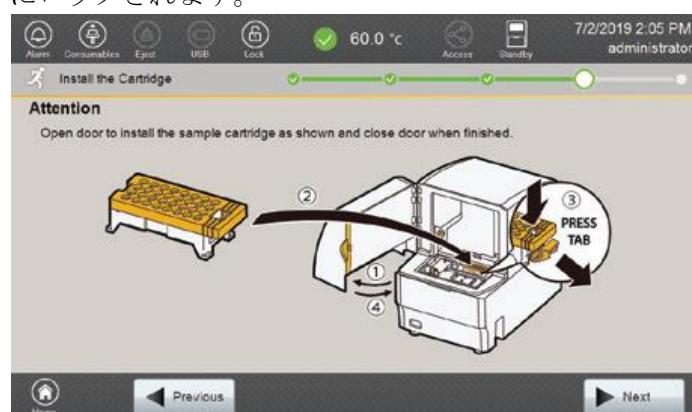

図 93 Install the Cartridge 画面
2. 装置のドアを開け、**Install the Cartridge** 画面（図 93）に表示される手順に従って、オートサンプラーにサンプルカートリッジを設置します。サンプルカートリッジを設置する前に、オートサンプラーのデッキの黄色いタブを押し下げてサンプルカートリッジを固定してください。タブを離すと、サンプルカートリッジがオートサンプラーデッキの所定の位置にロックされます。